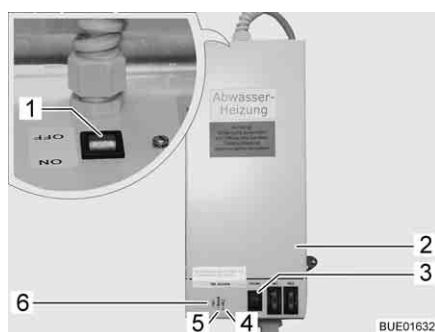

Bild 250 Transformator med regulator
Transformatorn 230 V AC/12 V DC (Bild 250,2) är beroende på modell monterad i klädskalet eller i den främre bänken på sittgruppen.
- Kontrolllampan (Bild 250,5) lyser grönt: Regulator aktiv.
- Kontrolllamporna (Bild 250,4 och 6) lyser rött: Avloppsledningarna värms upp.
I huset sitter en återfjädrande kontrollknapp (Bild 250,3) med vilken regulatorn kan tas i drift under en kort tid. Genom att trycka på den återfjädrande kontrollknappen låter sig uppvärmningen testas, även när omgivningstemperaturen ligger över 5 °C.
- Ställ brytaren (Bild 250,1) på transformatorn (Bild 250,2) på "ON".
- Ställ brytaren (Bild 250,1) på transformatorn (Bild 250,2) på "OFF".